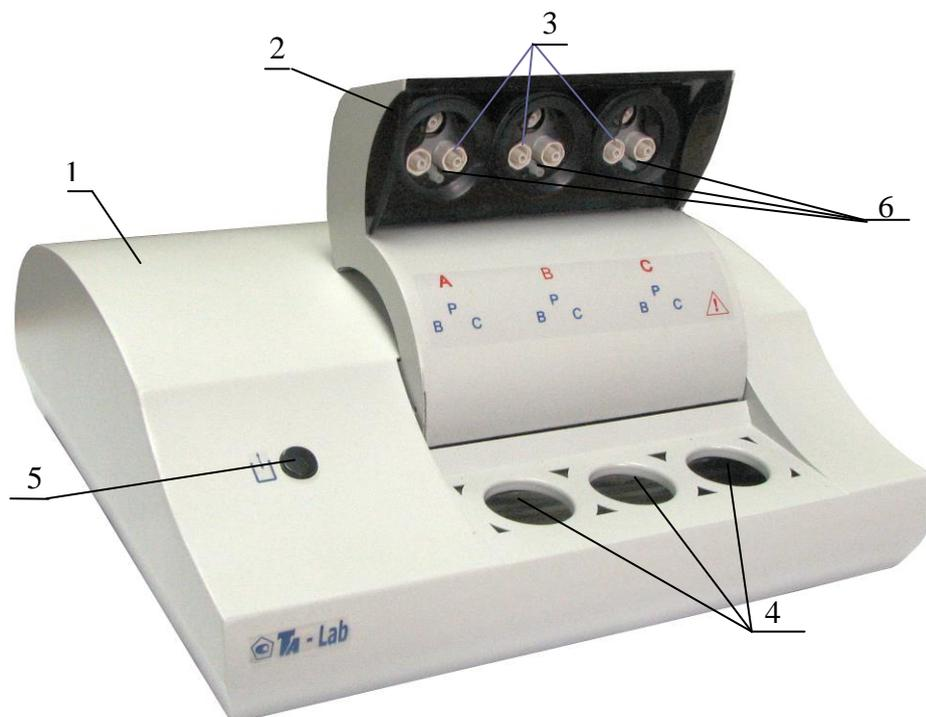

Рисунок 1 – Анализатор ТА-Lab (вид спереди)
Анализатор содержит три электрохимические ячейки. Регистрация вольтамперограмм (зависимостей тока от приложенного к электродам потенциала) происходит одновременно в трех ячейках в соответствии с одинаковыми параметрами измерений. Электрохимические ячейки анализатора предназначены для измерений вольтамперометрическими методами и содержат по три электрода: рабочий электрод, вспомогательный электрод и электрод сравнения. Расположение электродов в вольтамперометрических ячейках анализатора представлено на внутренней стороне подъемного кронштейна анализатора. Ячейки имеют двойную степень защиты (рисунок 1).
Конструктивно анализатор представляет собой прибор настольного исполнения (рисунок 1), состоящий из металлического корпуса 1, внутри которого находится две ультрафиолетовые лампы из увиолевого стекла. Корпус анализатора изготовлен из коррозионностойкой стали. В верхней части анализатора расположен подъемный кронштейн 2, в котором установлены гнезда 3 для крепления электродов и штуцера 6 для установки трубочек для подачи газа в ячейки. Под кронштейном расположены гнезда 4 для установки стаканчиков с анализируемым раствором. На передней панели расположена кнопка 5 управления подъемом кронштейна.
2.2.1.2 Подъем и опускание кронштейна анализатора проводится нажатием кнопки 5 (рисунок 1).
2.3.2 Подождать, пока кронштейн для установки электродов 2 (рис. 1) поднимется в крайнее верхнее положение.